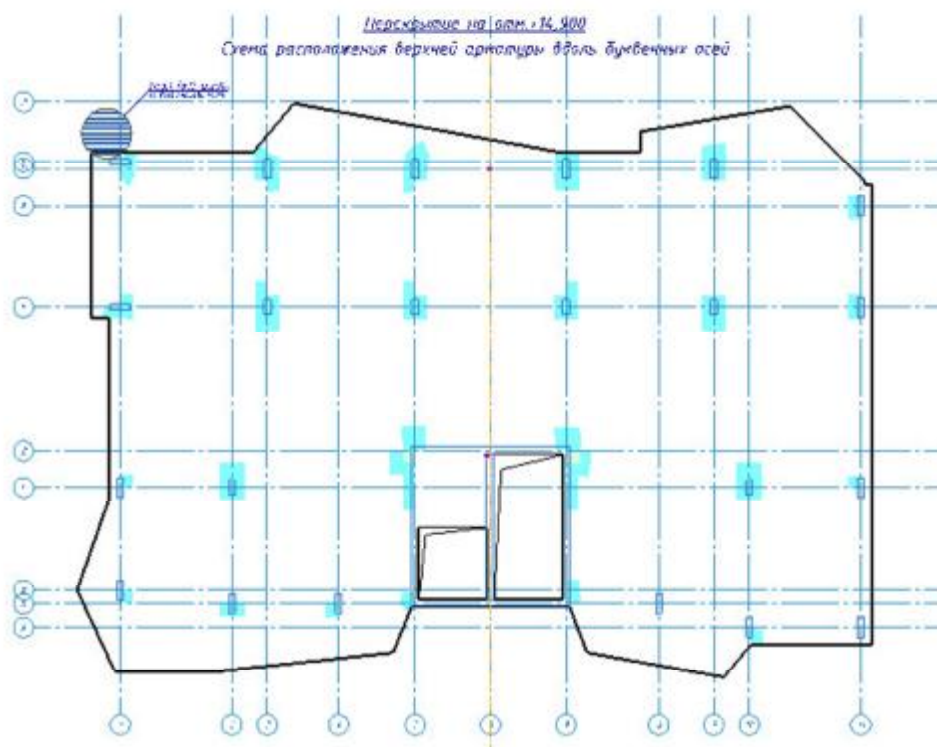

Рис.3.32. Изополя площадей армирования у верхней грани плиты вдоль буквенных осей.
► Система откроет новую закладку окна под названием **Перекрытие на отм. ...** (рис. 3.32) с опалубочным чертежом плиты перекрытия и переключится на вид сверху.